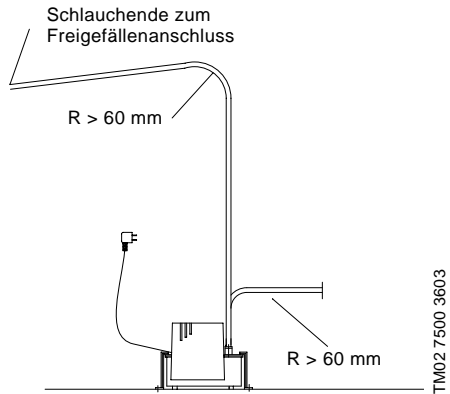

Abb. 5 Schlauchverlegung
- Die Gefälleleitung nach dem Hochpunkt soll leer laufen (Abb. 5).